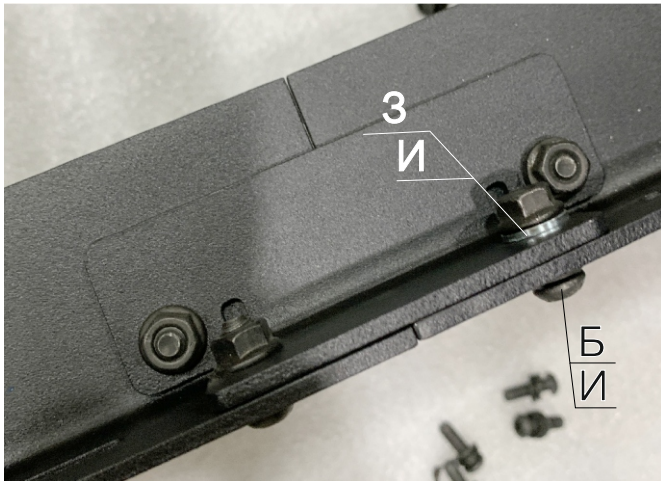

Рис.3
2. Соедините левый передний кронштейн (поз. 2) и левый задний кронштейн (поз.4) с помощью кронштейна соединительного (поз.11), винтов 6x16 (поз.Б), гаек 6 (поз.3) и шайб 6 (поз.И), как показано на рис.3.